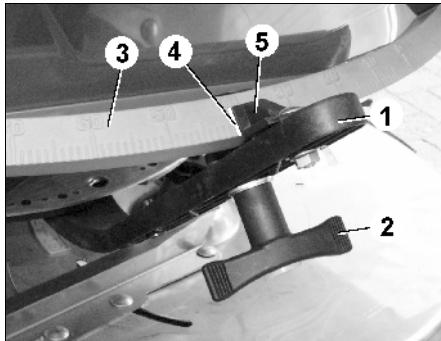

Рис. 30
- Открутите баращковую гайку (Рис. 30/2) .
- Найдите необходимое положение шиберной заслонки на шкале (Рис. 30/3).
- Грань с делениями для считывания (Рис. 30/4) указателя переводного рычага (Рис. 30/5) установите на деление шкалы.
- Затяните баращковую гайку (Рис. 30/2).